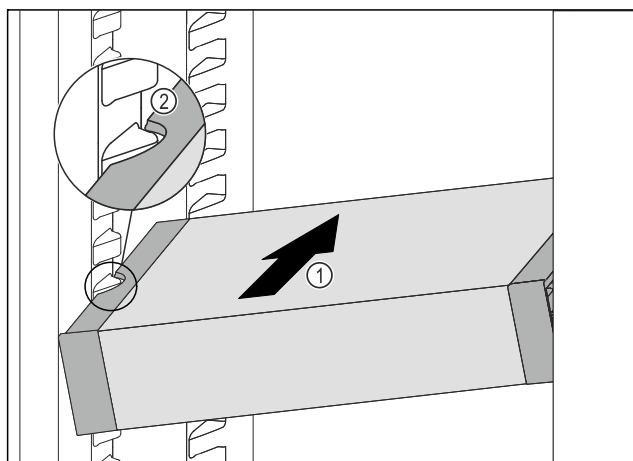

Fig. 133
- Skyv VarioSafe skrått inn i kjøleskapsdelen Fig. 133 (1), til utsparingene på sidene av Fig. 133 (2) VarioSafeser på nivå med rillene i kjøleskapet.